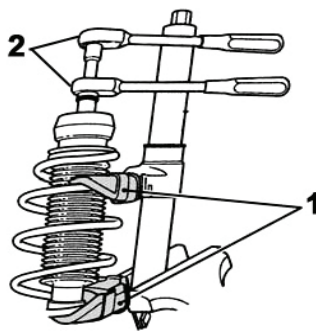
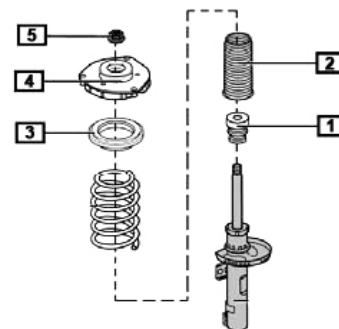
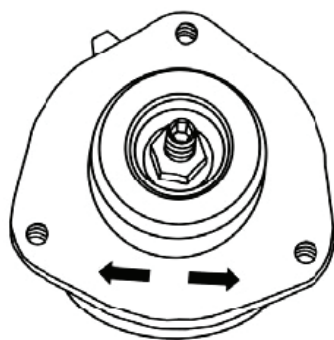

Fig. 5:
Fig. 6:
Fig. 7:
- **Fig. 5** Federbein in geeignete Haltevorrichtung klemmen und Federspanner (1) ansetzen.
- Kolbenstangenmutter mit Spezialwerkzeug (2) entfernen.
- **Fig. 6** Anbauteile des Federbeins abnehmen.
- **Fig. 5** Clamp suspension strut in suitable holding device and apply spring tensioner (1).
- Use a special tool (2) to remove piston rod nut (2).
- **Fig. 6** Remove the suspension strut's add-on parts.
- **Fig. 5** Insérer la jambe de force dans un dispositif de support approprié et fixer le tendeur de ressort (1).
- Enlever l'écrou de la tige de piston avec un outil spécial (2).
- **Fig. 6** Enlever les composants de la jambe de force.
- **Fig. 5** Fijar el amortiguador con ayuda de un dispositivo apropiado y colocar el tensor de resorte (1).
- Retirar la tuerca del eje del amortiguador con una herramienta especial (2).
- **Fig. 6** Retirar las piezas adicionales del amortiguador..
- **Fig. 6** Anschlagpuffer (1) mit Staubschutzhülle (2) auf Kolbenstange stecken.
- Obere Federauflage (3) richtig positionieren.
- **Fig. 7** Oberes Stützlager aufsetzen.
- **Fig. 6** Place spring stop (1) with dust cap (2) on the piston rod.
- Make sure upper spring seat (3) is correctly positioned.
- **Fig. 7** Place upper suspension bearing on top.
- **Fig. 6** Insérer le tampon de butée (1) avec la gaine de protection contre la poussière (2) sur la tige de piston.
- Positionner correctement le support de ressort supérieur (3).
- **Fig. 7** Mettre le palier d'appui supérieur.
- **Fig. 6** Colocar el amortiguador de tope (1) con la funda protectora contra el polvo (2) en el eje del amortiguador.
- Situar correctamente el alto apoyo elástico (3).
- **Fig. 7** Colocar el soporte apoyo superior.